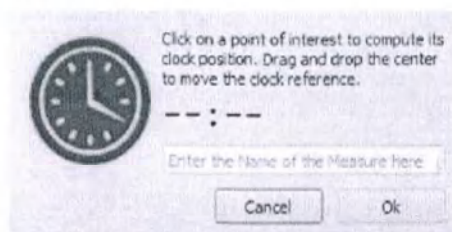

Рисунок 11: Всплывающее окно Положение по часовой стрелке
- Положение по часовой стрелке (Clock position): на виде 2D нажмите на устье для измерения его положения по часовой стрелке относительно центральной линии (Рисунок 11). Часы можно перетащить в новое место.